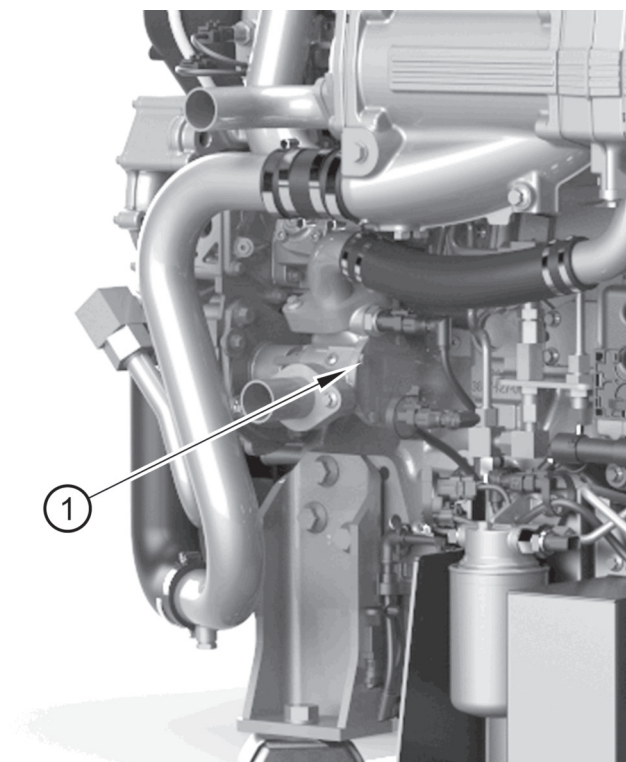

Figure 10
3. Déposez la plaque d'extrémité de la pompe auxiliaire en dévissant les 4 vis (figure 10, repère 1) et vidangez l'eau dans un bac adapté.